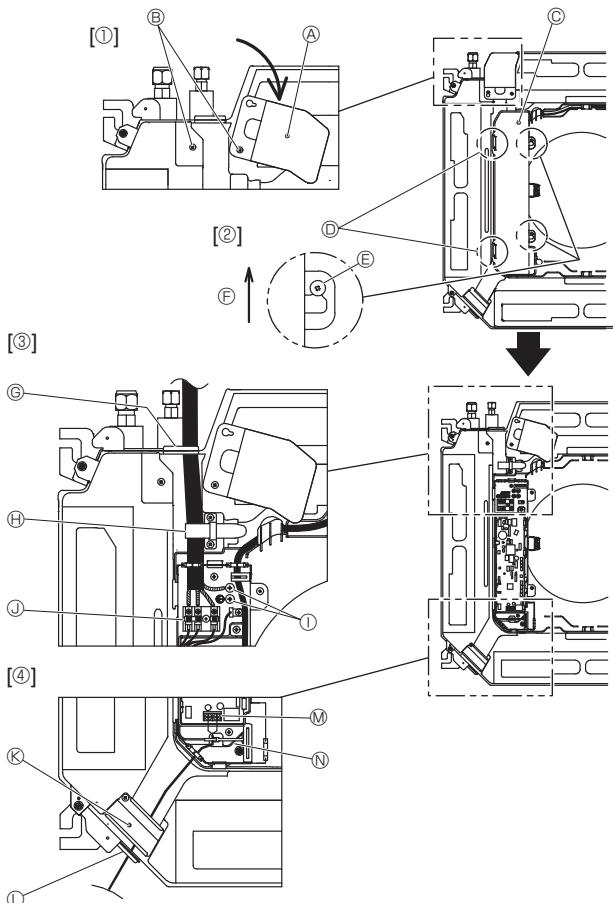
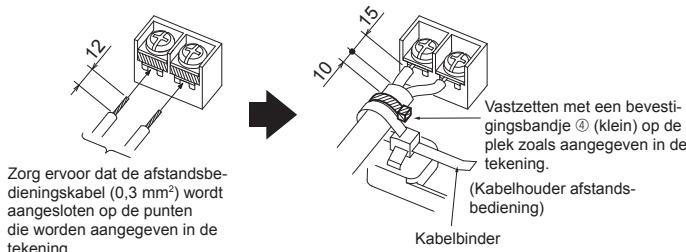

Fig. 6-1
Fig. 6-3
6.1. Binnenapparaat (Fig. 6-1)
- Maak de twee schroeven los waarmee het servicepaneel voor elektrische aansluiting vastzit en draai vervolgens het servicepaneel voor elektrische aansluiting. [Fig. 6-1 ①]
- Verwijder de twee schroeven waarmee de afdekking van de elektrische contactdoos vastzit en schuif de afdekking van de elektrische contactdoos opzij. [Fig. 6-1 ②]
- Haal de elektriciteitskabel, de verbindingenkabel tussen het binnen-/buitenapparaat en de aardingskabel door de respectieve bedradingssingangen volgens het schema. [Fig. 6-1 ③]
- Als u geen ronde krimpconnectoren kunt gebruiken, volg dan de procedure in Fig. 6-3~6.
- Leid en verbind de afstandsbedieningskabel via de bedradingssingangen volgens het schema. [Fig. 6-1 ④, Fig. 6-3]